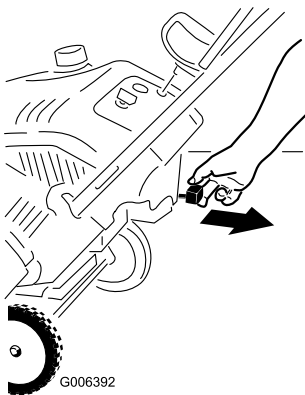
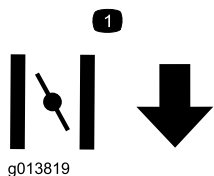

Figure 13
Figure 14
- 2. Tirez la commande de starter (Figure 13 et Figure 14).